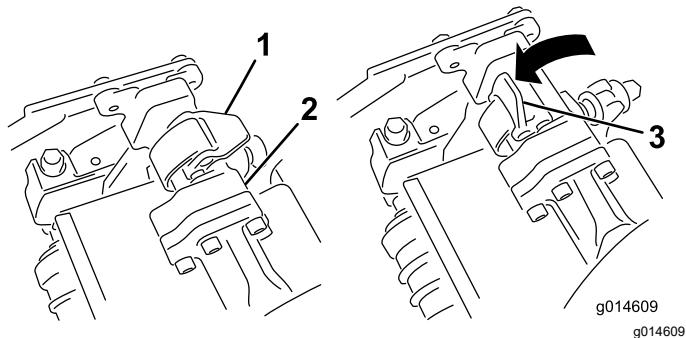

Рисунок 48
3. Когда защелки на штанге рычага подвески направлены вверх (т.е. открыты) (Рисунок 48), нажмите на рычаг подвески так, чтобы
4. Опустите защелки и поверните вокруг стержня режущего блока и заблокируйте их (Рисунок 48).
4. Откройте защелки на штанге рычага подвески режущего блока, который необходимо снять (Рисунок 48).